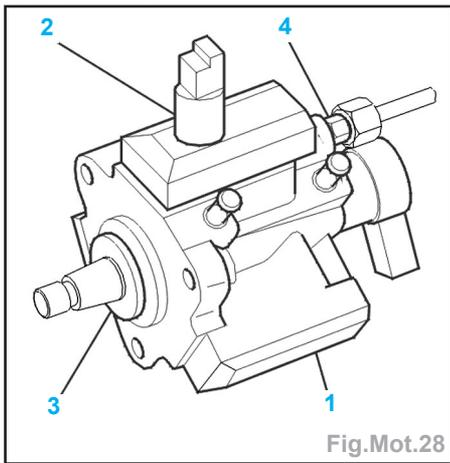

Fig.Mot.28
- Ne pas dissocier la pompe haute pression (4) carburant des éléments suivants (Fig.Mot.28) :